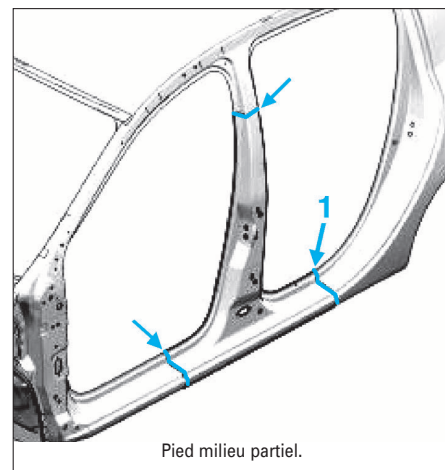

FIG. 19
- Effectuer la ligne de coupe (1) sur la ligne de raboutage (Fig.19 ou 20).